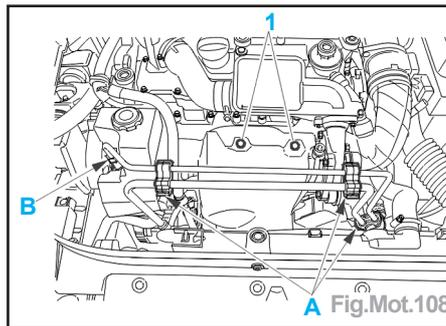

Fig.Mot.108
- Débrider les tuyaux de direction assistée et de réfrigération (A) (Fig.Mot.108).
- Reposer le tuyau de direction assistée en (B) et le serrer à $2 \pm 0,5$ daN (Fig. Mot.108).
- Brider les tuyaux de direction assistée et de réfrigération en (A).